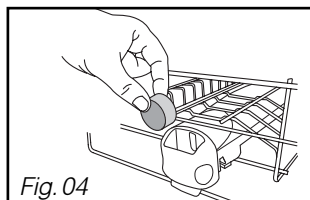
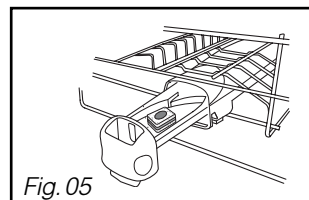

Fig. 04
Fig. 05
non multifonction dans le compartiment extérieur (Fig 04)
ou pour un fonctionnement optimal, tirez le tiroir du distributeur et disposez la pastille. (Fig 05)
- **Disposez la pastille** dans le compartiment extérieur (Fig 04 page précédente), **ou** **pour un résultat optimal, tirez le tiroir du distributeur et disposez la pastille à l'intérieur.** (Fig 05 page précédente).